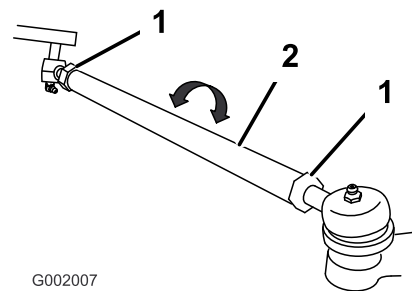

Figura 59
5. Se la misura non rientra nel campo specificato, allentate i controdati da ambo i lati dei tiranti (Figura 59).